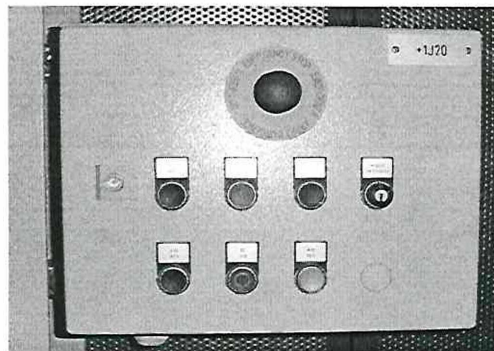

Рис. 11: Деблокирующая кнопка
6. Нажмите деблокирующую кнопку (Рис. 11) на пульте управления рядом с дверью машины Querstromzerspaner.